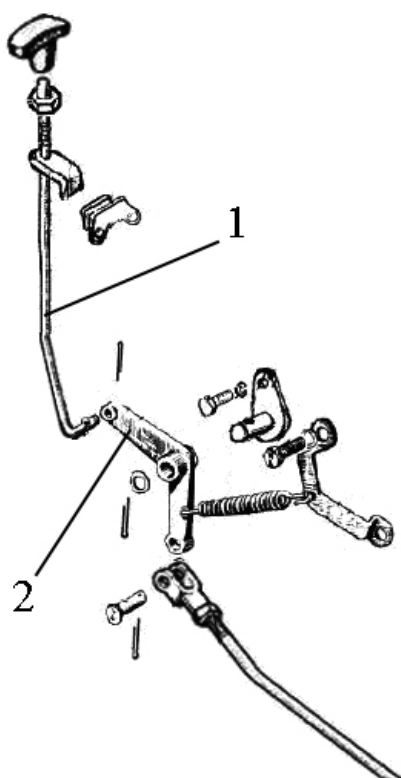

Рисунок 7.2
- 9) для тракторов с силовым регулятором: при наличии на тракторе гидроподъемника или ТСУ совмещенного типа, отсоедините рукоятку управления (1) (**рисунок 7.2**) узлом, от